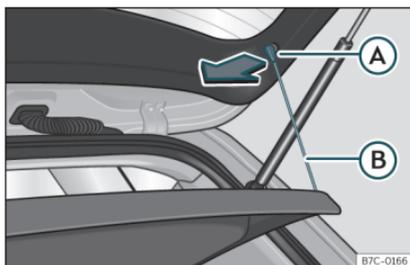

Fig. 105 Dans le coffre à bagages : dépose et repose de la plage arrière.
- Décrochez les tirants de fixation >>> **fig. 105** (B) de leurs logements (A).
- Accrochez les tirants de fixation >>> **fig. 105** (B) sur le capot de coffre.